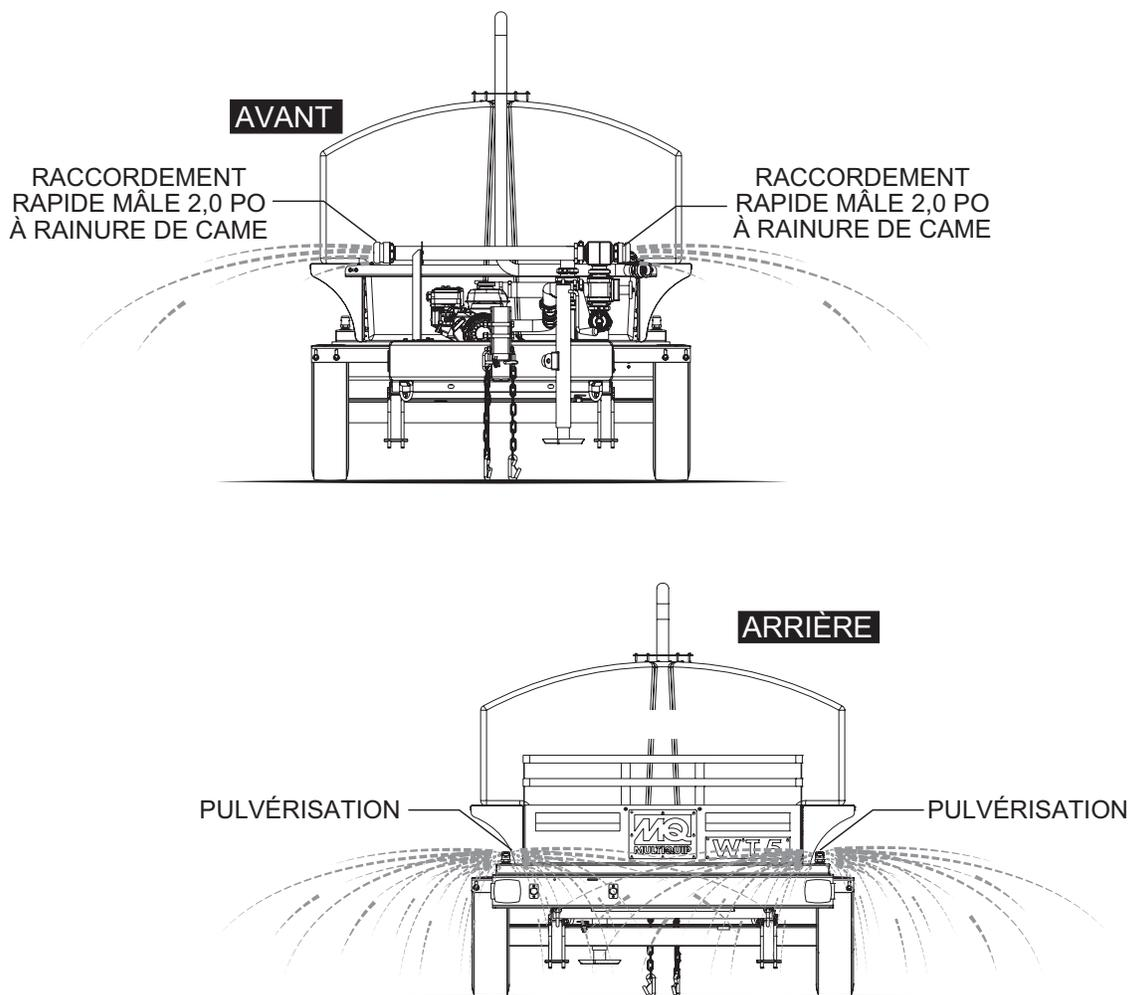

Figure 20. Rejet d'eau
3. La Figure 20 représente une application typique d'évacuation d'eau utilisant la barre de pulvérisation arrière.